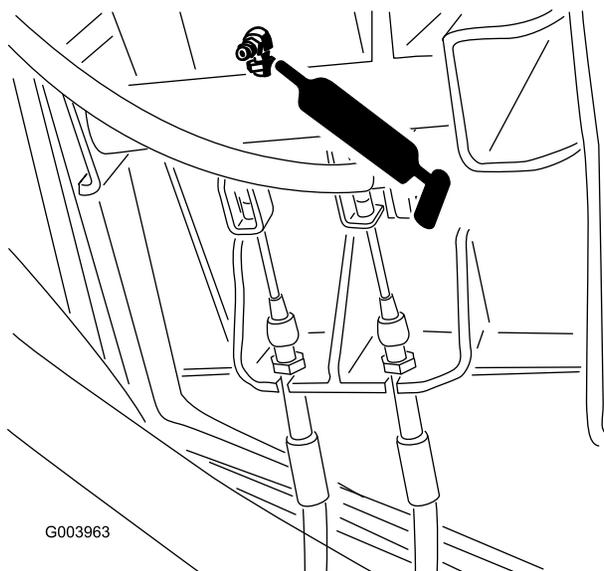

Figura 57
- Pedal do travão (1) (Figura 57)